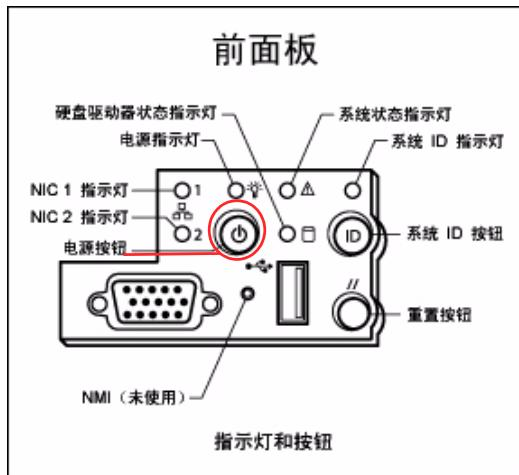

图 3-24 电源按钮和前面板明细
6. 通过按前面板上（前盖后面）的 Power（电源）按钮（图 3-24）打开服务器 H1（序列号以“-H1”结尾）的电源。